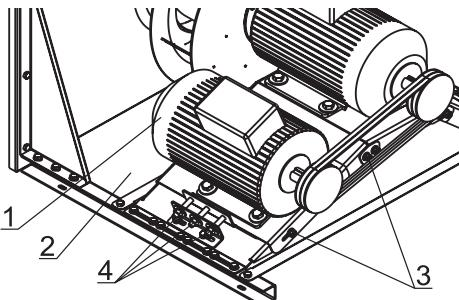

Рисунок 32. Натяжение ремня вентилятора
Натяжение ремней (рис. 32) регулируется перемещением электродвигателя (1) вдоль площадки (2). Для этого нужно: ослабить затяжку болтовых креплений (3) электродвигателя к площадке (2) и стопорные гайки натяжных болтов (4); переместить его закручиванием гайки натяжных болтов (4), добиться выравнивания ведомого и ведущего шкивов (см. «Выверка валов вентилятора и электродвигателя»); затянуть болтовое соединение (3). После выполнения всех операций затянуть стопорные гайки натяжных болтов (4).
Шкивы устанавливаются на вал через коническую втулку, которая посажена в соединяющуюся конусную расточку в шкиве. Чтобы установить, вставьте втулку в шкив. Совместите отверстия (не резьбовые) и надвиньте весь узел на вал. Установите винты. Центрируйте шкивы и затяните винты. При этом размер (A) см.рис.32, от торца втулки до торца вала должен быть не менее 5 мм.